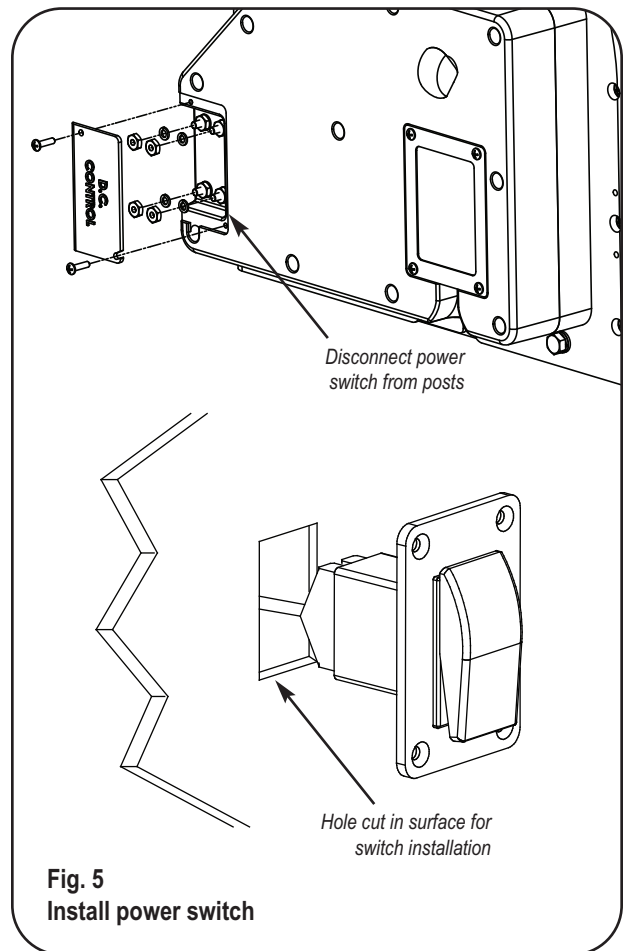

Fig. 5
STEP 5. INSTALL POWER SWITCH (Fig. 5)